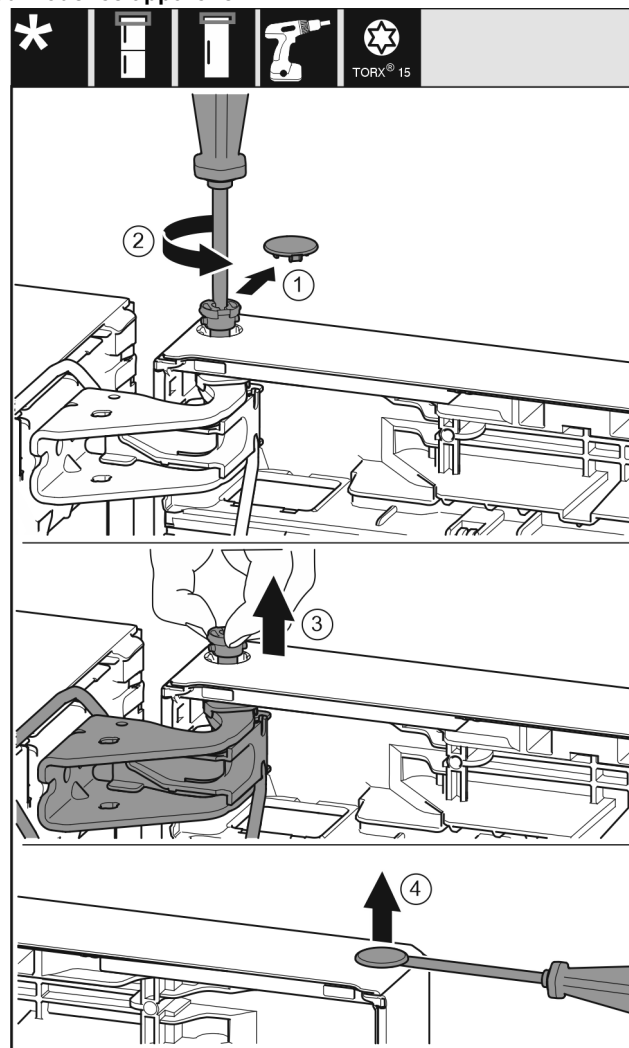

Fig. 22
- Enlever délicatement le cache de sécurité. *Fig. 22 (1)*
- Dévisser légèrement le boulon avec un tournevis T15. *Fig. 22 (2)*
- Tenir fermement la porte et sortir le boulon avec les doigts. *Fig. 22 (3)*
- Soulever délicatement le bouchon en dehors de la douille de palier de porte avec un tournevis plat et le sortir. *Fig. 22 (4)*